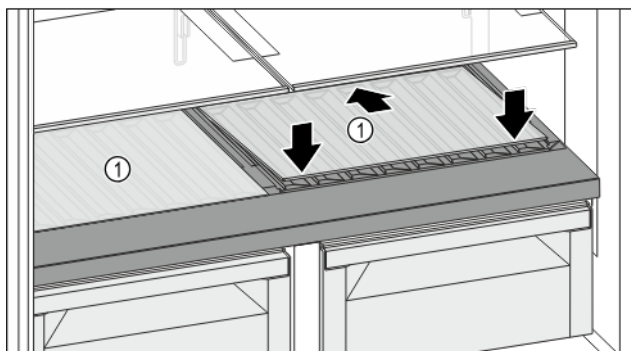

Fig. 133
- Ustawić płytę szklaną Fig. 133 (1) pod ukosem, nachyloną do tyłu w dół.
- Opuścić płytę szklaną Fig. 133 (1) z przodu.